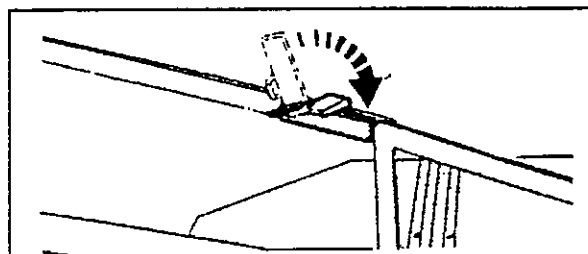

Bild 4-34
8. Sperrriegel einlegen (Bild 4-34) und Maschine für den Transport höher ausheben.